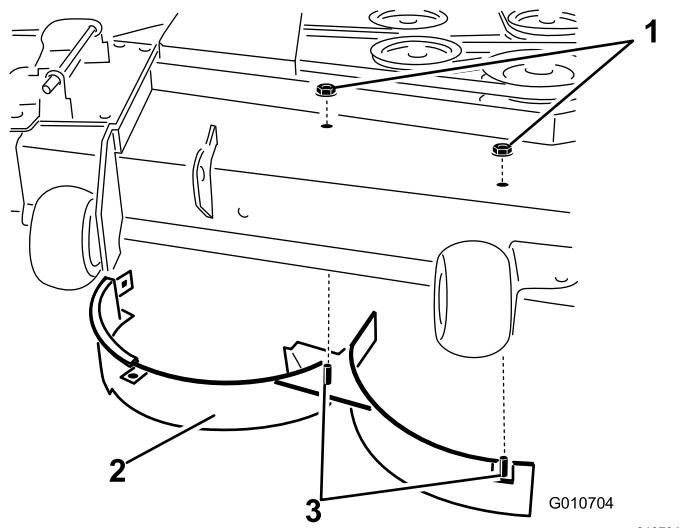

Figure 19
11. Retirez les 2 contre-écrous (5/16") qui fixent les montants soudés du déflecteur droit sur le dessus du plateau de coupe, au centre et à droite du centre (Figure 19).